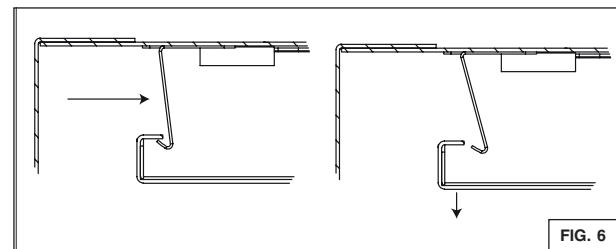
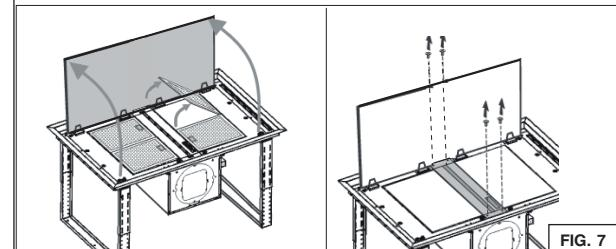

FIG. 6
FIG. 7
1. Appuyer sur les languettes de verrouillage (2) aux extrémités du pourtour du panneau. Se référer à la FIG. 6.
2. Ouvrir le panneau et enlever les filtres à mailles. Se référer à la FIG. 7.
3. Afin de faciliter l'accès pour l'installation du ventilateur, enlever le panneau central en dévissant les vis 3/16 x 1/4 po. Se référer à la FIG. 7.
Réinstaller les filtres à mailles et le panneau central au besoin (se référer à la FIG. 7). S'assurer que les languettes de verrouillage soient en place une fois l'installation terminée (se référer à la FIG. 6).